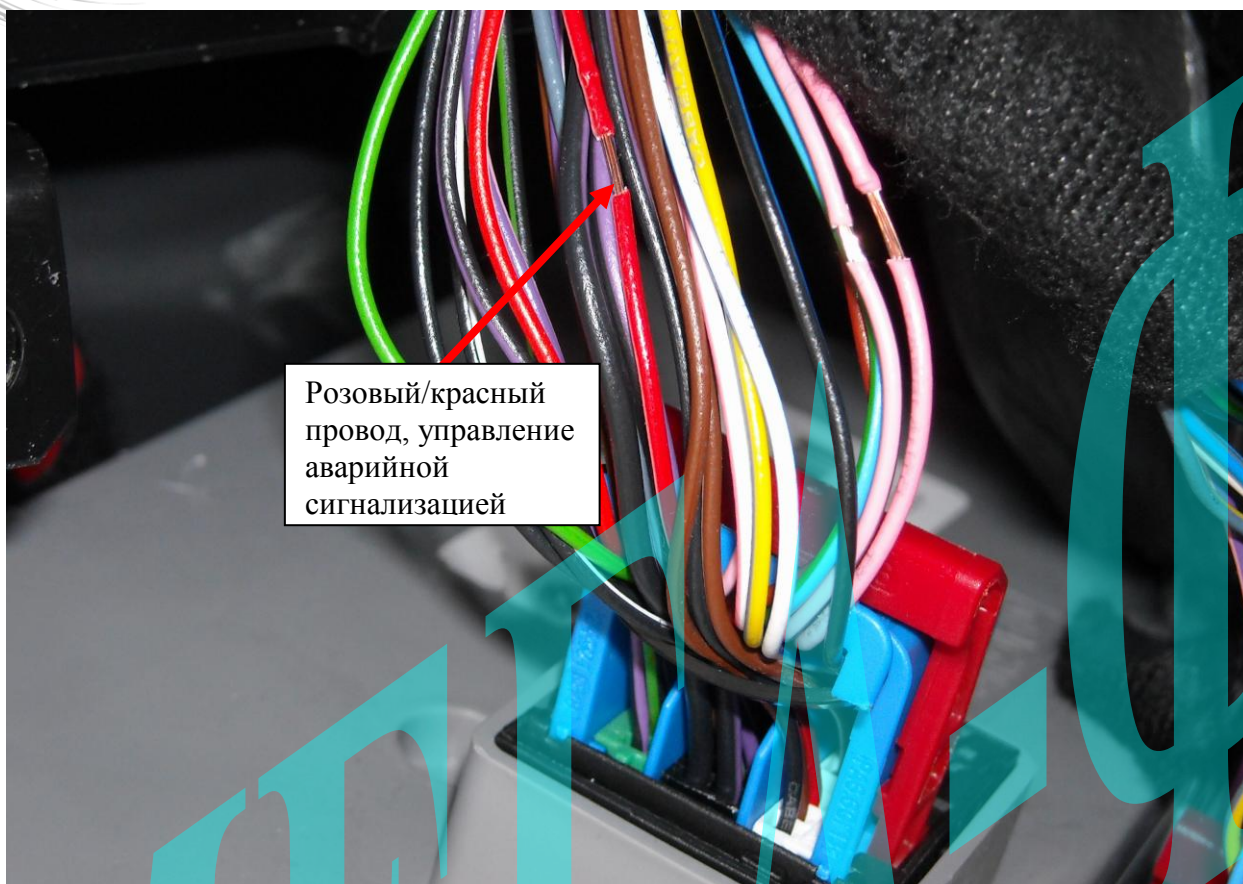

Рис. 3: Подключение аварийной сигнализации по кнопке салона.
- с помощью доп канала №7 разъема CN11 системы Scher-Khan Logicar 4. Для этого установить функцию 3-5 в значение 1 и подключить белый провод доп канала №7 к розовому/красному проводу контакта 34 синего 36-контактного разъема М задней части блока предохранителей салона (см. рис. 3). Таким образом, управление будет осуществляться по салонной кнопке.